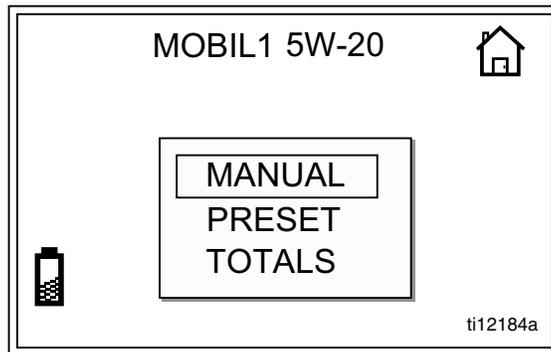

图 10
在操作模式下，必须位于图 10 所示的主屏幕下，才能访问“设置模式”屏幕。（有关主屏幕的详细描述，请参见第 20 页）。
- b. 按下中间的回车按钮显示主屏幕（图 10）。